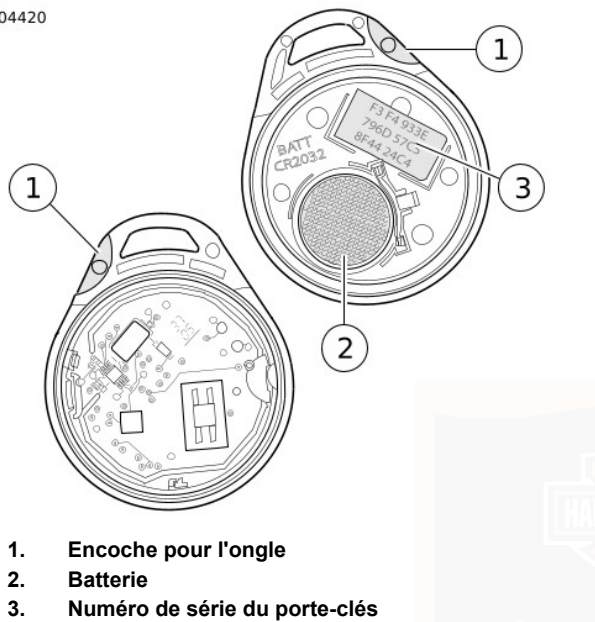

Figure 42. Pile pour porte-clés
1. Voir Figure 42. Tourner lentement une lame mince dans l'encoche pour ongle (1) sur le côté du porte-clés pour séparer les deux moitiés.
2. Retirer la pile (2) et la jeter.